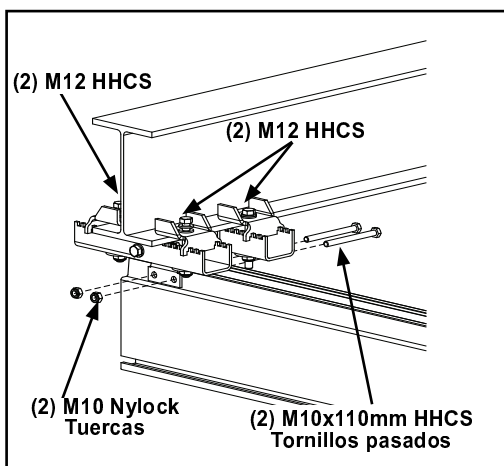

Figura 3-31
- Paso 3. Centre el soporte de viga-I con el patín inferior de la viga. Vea Figura 3-31.